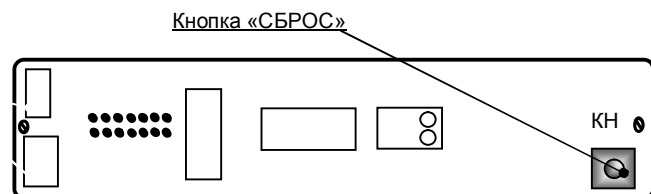

Рис.3. Плата индикации панели управления
- Для обнуления счетчика нажать кнопку «СБРОС» КН (рис.3), расположенную на плате индикации панели управления, установленной на крышке рециркулятора.